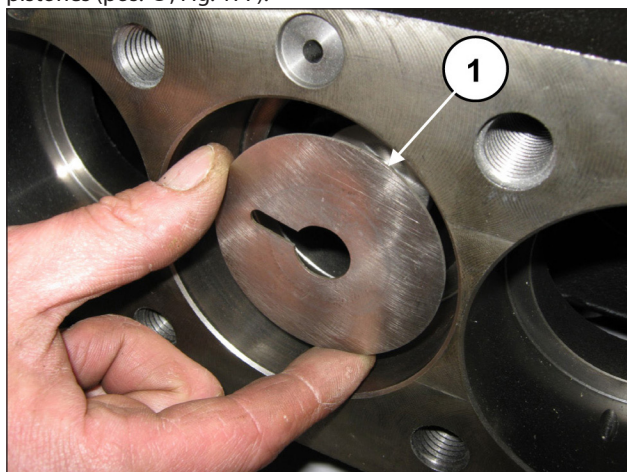

Fig. 177
Extraer los protectores contra salpicaduras de las guías de pistones (pos. ①, Fig. 177).